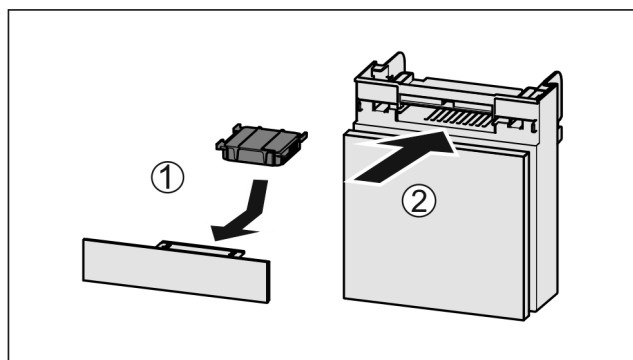

Fig. 226
- Sätt in Fig. 226 (1) aktivtkolfiltret enligt bilden.
- Skjut in Fig. 226 (2) lådan.